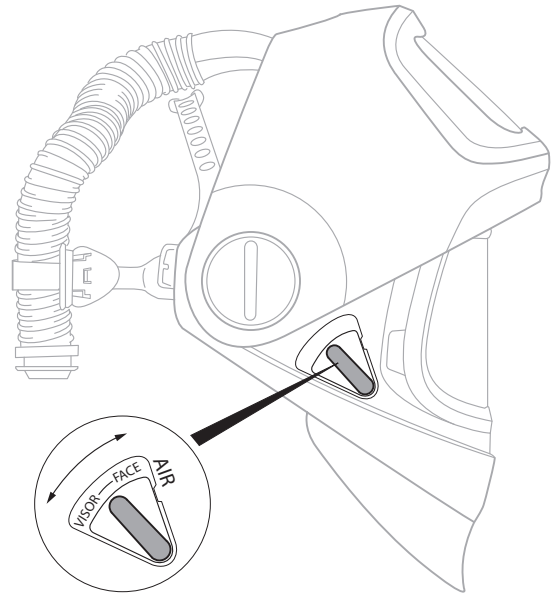

Fig. 8b
- Para ajustar el flujo de aire hacia la visera o la cara del usuario, con el flujo de aire proveniente de la parte superior (ARRIBA) del casco para soldar, ubique la palanca VISOR – FACE (VISERA - CARA) en el lado derecho del casco para soldar. Ajústela a la posición que desea para el flujo de aire que entra (Fig. 8b y 8d). El ajuste acciona un deflector en la parte superior del casco para soldar, que dirige el aire hacia la visera o la cara del usuario.